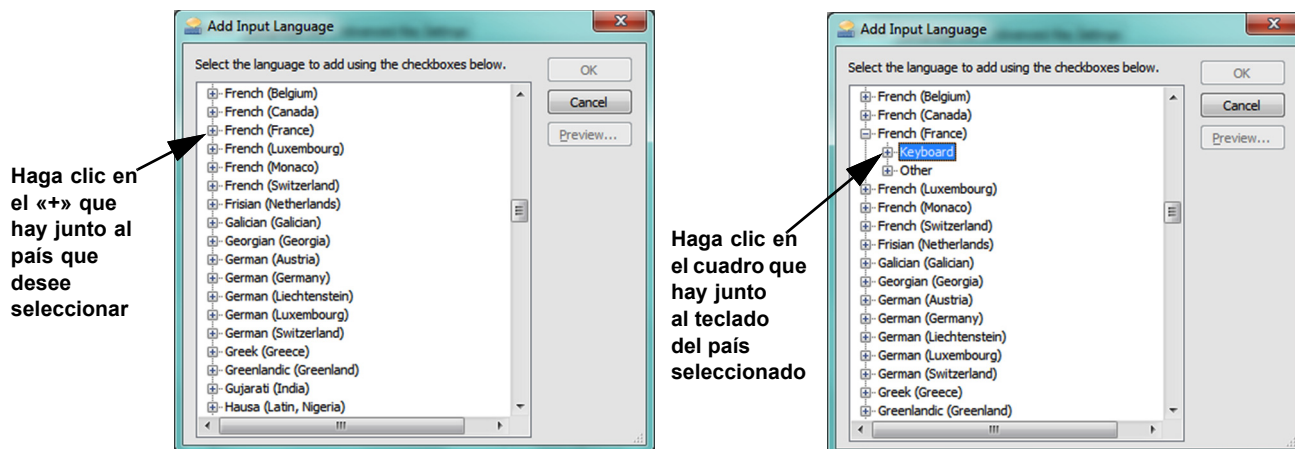
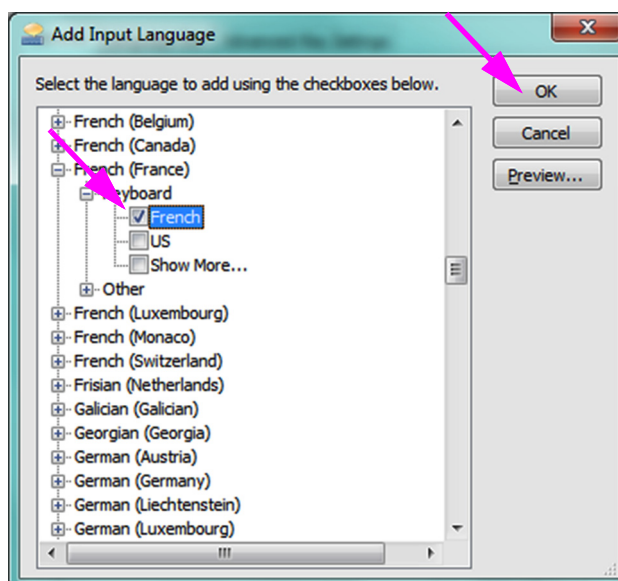

Figura C-9. Pantalla Add Input Language (Agregar idioma de entrada) con francés seleccionado (ejemplo)
Figura C-10. Ventana Add Input Language (Agregar idioma de entrada) con todas las entradas
- En la ventana Add Input Language (Agregar idioma de entrada), utilice el menú desplegable para seleccionar la combinación de idioma (país) deseada, haga clic en el signo + que hay junto al idioma (país), y luego haga clic en el signo + que hay junto al teclado (consulte la Figura C-9).
- Después de seleccionar el nuevo teclado que corresponda al idioma seleccionado en la Figura C-9, aparecerá un menú desplegable debajo del teclado seleccionado (consulte la Figura C-10).